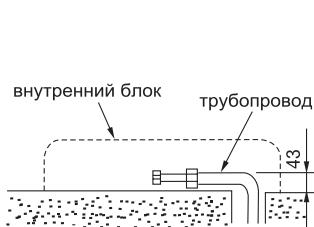

Рис.6
- Для подключения трубопровода слева или слева сзади действуйте, как показано на рис. 6. Согните трубы так, чтобы они проходили на высоте не более 43 мм от стены.